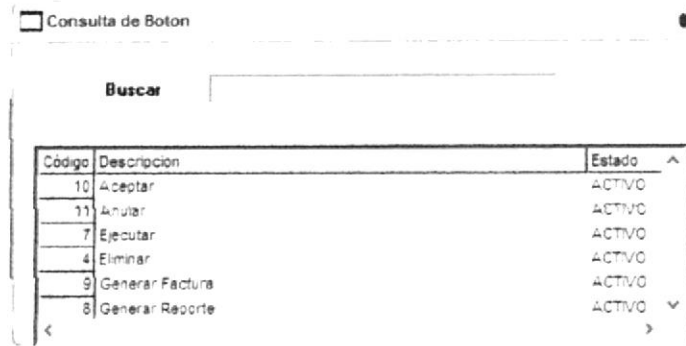

Figura 5.11 Pantalla de Consulta de Botones
1. Dar clic en el botón de Búsqueda  y aparecerá la pantalla de consulta de botones. (Ver Figura 5.11)
2. Elija el botón que desea modificar dando doble clic en la descripción de este en la Pantalla "Consulta de Botón" (Ver Figura 5.11) y volverá automáticamente a la pantalla anterior, con todos los campos llenos.